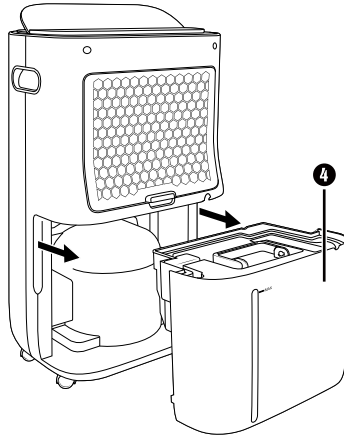

Abb. 1
- ◆ Ziehen Sie den Wassertank 4 vorsichtig an den seitlichen Griffmulden aus dem Gerät heraus. Verwenden Sie den Griff, um den Wassertank 4 zu transportieren. (siehe Abbildung 1).